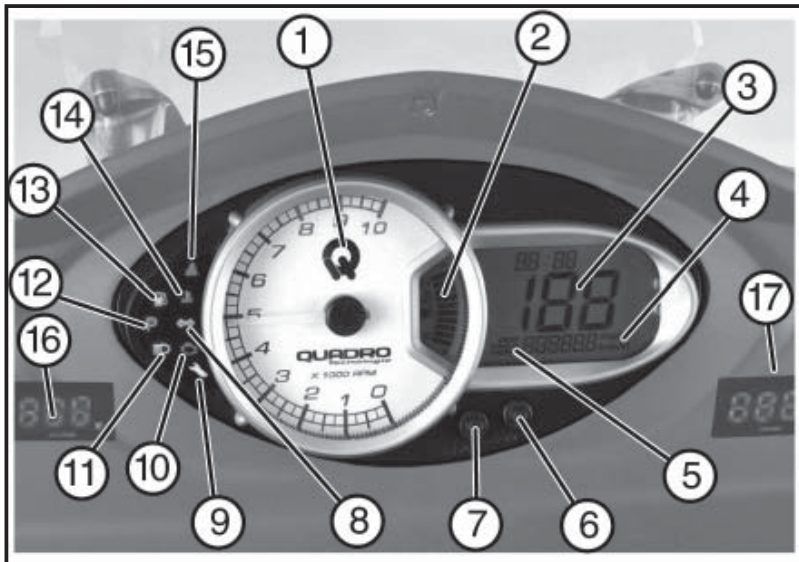

Fig. 02
4.7 LEGENDE INSTRUMENTATION (Fig. 02)